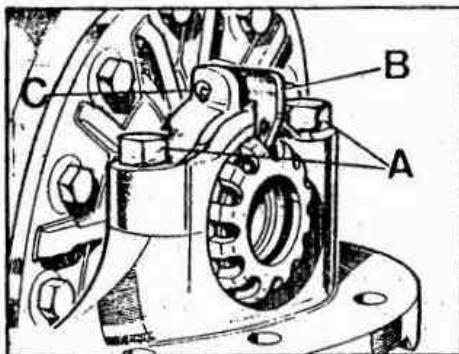

Fig. E -54 Fijación de los tornillos de las tapas de los cojinetes
- 6.13. Una vez hecho este ajuste y sin que exista juego longitudinal, o precarga de los cojinetes, se apretarán ambas tuercas girándolas el espacio correspondiente a media muesca, para conseguir la precarga adecuada sobre los cojinetes. Seguidamente se encajará la patilla-fiador, B (Fig. E -54), en la muesca de la tuerca, y se montará el pasador elástico, C.
- 6.15. Apretar los tornillos A, de las tapas de los cojinetes con una tensión de 10 mkg (Fig. E -54).